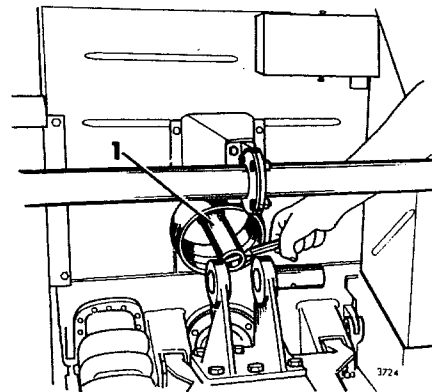

Fig 16-5. Demontering av slitring.
8. Behöver slitringen bytas skruvas den loss enligt fig 16-5. Dra skruven i verktygets centrum så hårt att tänderna får ordentligt grepp i slitringen.